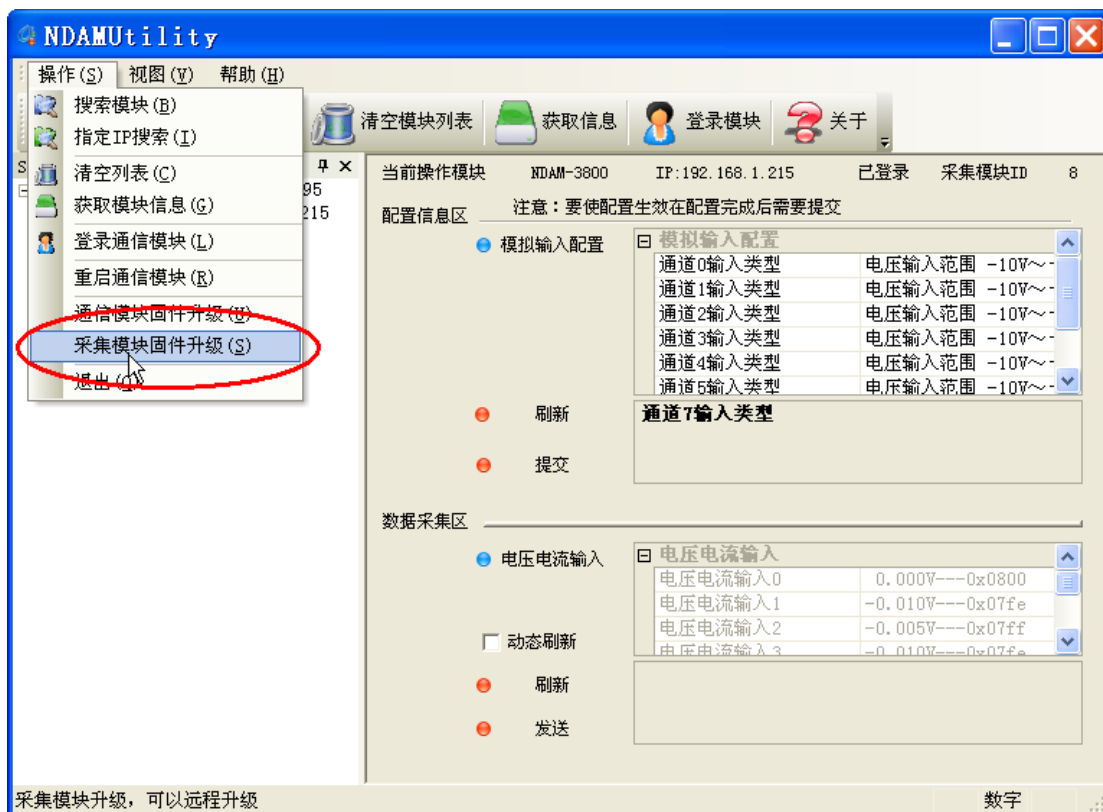

图 5.7 软件方式固件升级
- 在模块工作模式下点击配置软件 NDAMUtility 上的“操作”菜单，并选择“采集模块固件升级”选项，如图 5.7 所示；